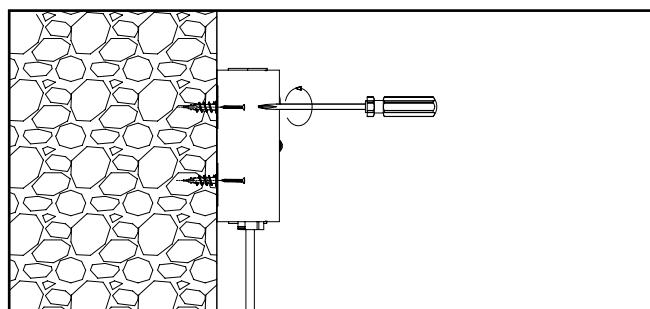

Figure 8.
2. Branchez l'alimentation électrique à la structure du bâtiment. Voir la figure 8.